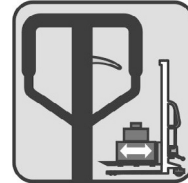

Fig. 4 – Posicione la palanca en el centro
- b. Posicione la palanca en el centro para transportar la carga (fig. 4).